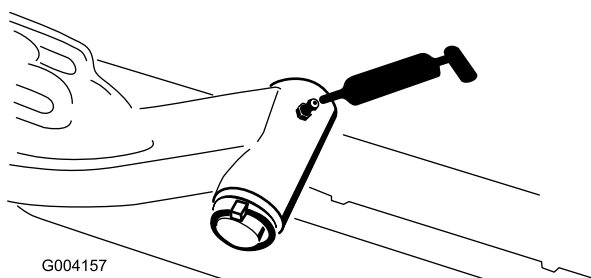

図 53
- ・ 昇降アームのピボット（各アームに1ヶ所）（図 53）